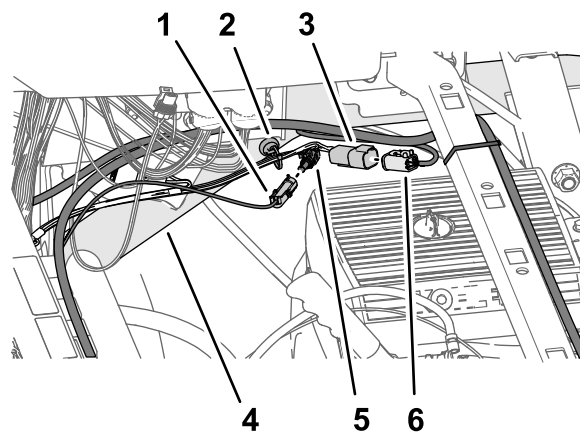

Рисунок 201
3. Подсоедините 1-штыревой разъем жгута проводов аккумуляторной батареи с маркировкой *****IMPORTANT*** ONLY CONNECT THIS WIRE TO SWITCHED 12V POWER SOURCE [***ВАЖНАЯ ИНФОРМАЦИЯ!*** Подсоединяйте этот провод только к коммутируемому источнику питания на 12 В] к 1-гнездовому разъему ответвления жгута проводов длиной 66 см из комплекта (Рисунок 201) с маркировкой SW'D PWR FOR GEN 2 TOPCON (КОММУТИРУЕМОЕ ПИТАНИЕ ДЛЯ ВЕРХ. СОЕД. 2 ГЕНЕРАТОРА).**
4. Подсоедините 4-штыревой разъем ответвления жгута проводов длиной 66 см из комплекта с маркировкой ASC 10 PWR & CAN FROM X30 (питание ASC 10 и CAN от X30) к 4-гнездовому разъему ответвления жгута проводов передачи данных с маркировкой CAN 2/ASC 10 BUS [шина CAN 2/ASC10] (Рисунок 201).